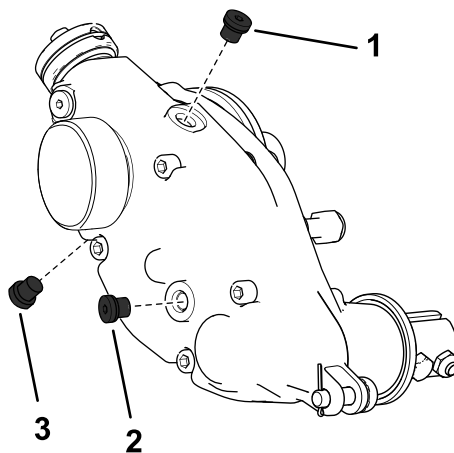

图28
2. 取出壳体底部的排油塞图28。
3. 取出壳体一侧的加油塞并松开顶部的排气塞以使空气通过图28。